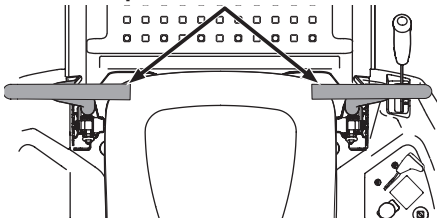

Figura 21
1. El operador debe estar sentado en el asiento del tractor con las palancas de control de la transmisión de barras de seguridad completamente hacia afuera en la posición de estacionamiento. Consulte la Figura 21. Consulte la sección Practique el modo de operación con el tractor para obtener más instrucciones.